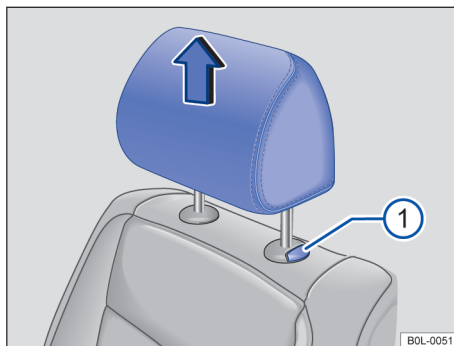

图 57 拆卸前排座椅头枕
- 按住按钮 → 图 57 ①，同时将头枕完全拉出。
- 按住按钮 → 图 57 ① 并下推头枕。